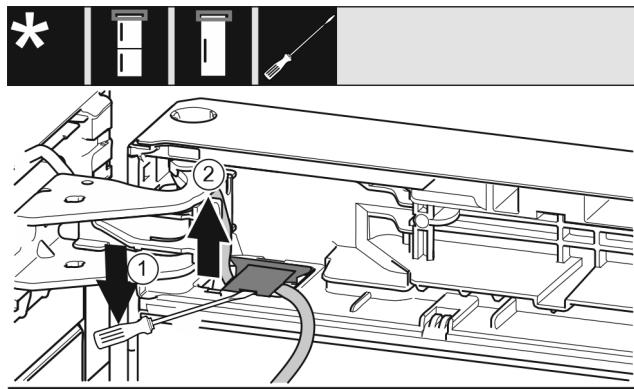

Fig. 21
- ▶ 使用带槽螺丝刀抬起盖板，并将其拉出。Fig. 21 (1)
- ▶ 拔出电缆。Fig. 21 (2)